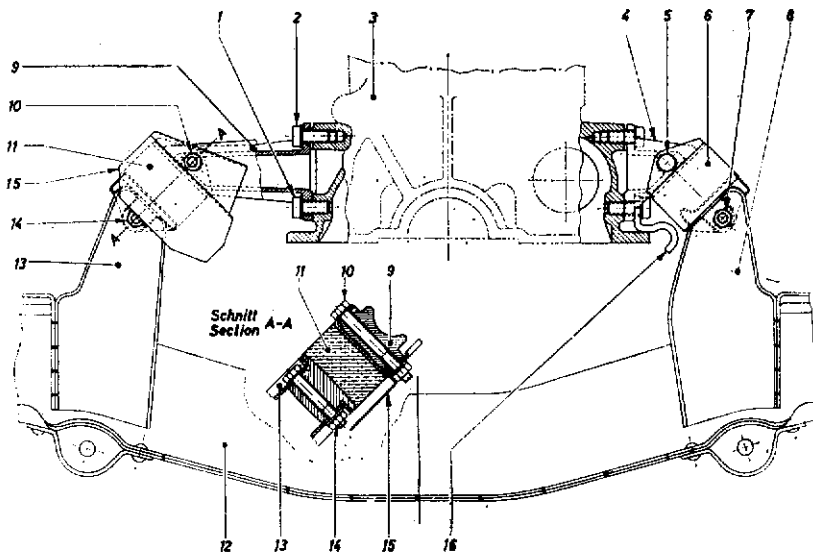

Fig. 14. — Supports moteur avant
- Tendre les élingues pour dégager les silentblocs de toute contrainte, puis déposer les boulons (7 et 14, fig. 14).
Important : Au cas où la dépose des pattes moteur serait nécessaire, remonter les vis inférieures (1 fig. 14) à l'Hermetic, car les trous de vis débouchent dans le bloc et l'étanchéité doit être parfaite à cet endroit.